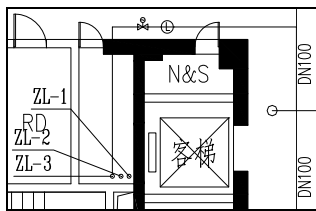

图 14-46 插入电动阀、水流指示器图块
**15** 插入阀门图块。单击“图库图层”→“图库管理”命令，系统弹出【天正图库管理系统】对话框，在其中选择电动阀、水流指示器图块；在绘图区中点取插入点，结果如图 14-46 所示。